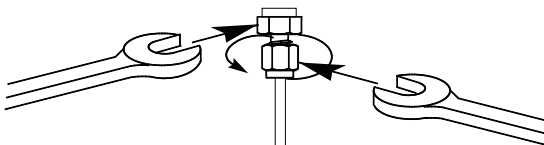

Figura 27. Aperto final
- Para conexões Swagelok de 1/8 pol., use duas chaves de boca de 7/16 pol. para apertar a conexão 3/4 de volta. Consulte **Figura 27**.
Para conexões de 1/4 pol., use duas chaves de boca de 9/16 pol. para apertá-las 1-1/4 de volta, conforme mostra a **Figura 27**.